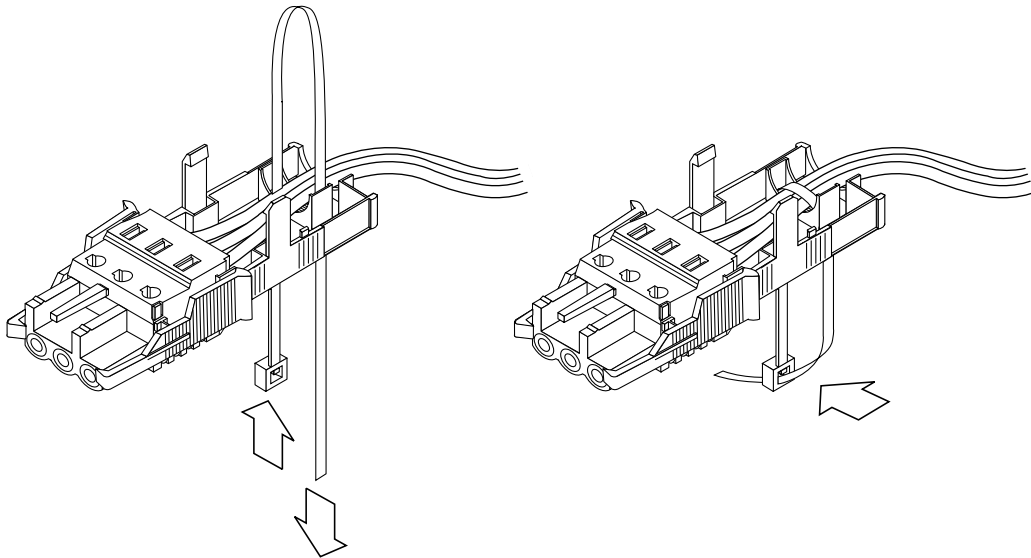

図 5-53 線を留め具ハウジングに固定する
4. 結束用の輪を留め具ハウジングに通して線を囲み、結束を締めて線を留め具ハウジングに固定します (図 5-53)。